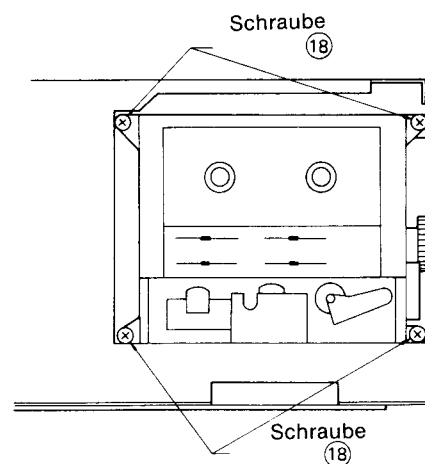

Abb. 9
- 3) Die vier Befestigungsschrauben (18) siehe Abb. 9 lösen.